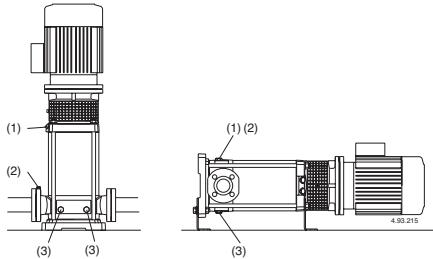

Рис. 4 (1) Наполнение и отдушина
При положении **насоса выше уровня перекачиваемой жидкости** (работа в режиме всасывания, рис. 3A) или при недостаточной высоте напора (менее 1 м) для открытия обратного клапана наполните всасывающую трубу и насос через соответствующее отверстие (1) (рис. 4).
При горизонтальной установке наполнять и выпускать воздух через отверстия (1) на корпусе насоса (14.00). При работе под гидравлическим напором (рис. 3В) наполняйте насос, медленно открывая задвижку на всасывающей трубе до полного раскрытия; при этом, задвижка в подающей трубе и отдушины (1) и (2) должны быть полностью открыты (рис. 4), чтобы выпустить воздух.
Закройте отдушины (1) и (2) (рис. 4).
Для MXV-B, MXV(L) 25–32–40 е MXV(L)4 25–32–40 Затяните игольчатый винт (14.17) в сливной заглушке (14.12) (рис. 4б) и закройте отверстие для выпуска воздуха (14.04).
Если заливка прерывается (непостоянный поток на подаче при открытых задвижках) или если давление на манометре колеблется, провести повторный выпуск воздуха на всасывании (2), проверить герметичность всех соединений всасывающей трубы и крепко затянуть выпускную заглушку (2) и сливные заглушки (3) со стороны всасывания (рис. 4).
По возможности, как в случае временной работы с грязными жидкостями, прокачайте через насос немного чистой воды для удаления осадков. Либо, после слива воды, промыть насос, залив не менее 40 л чистой воды в заливочное отверстие (1) со стороны подачи и дав ей выйти через сливное отверстие (3) со стороны всасывания (рис. 4).
Перед разборкой насоса отсоединить провод от зажимной коробки, закройте задвижки на всасывании и подаче и слейте жидкость из корпуса насоса (рис. 4).